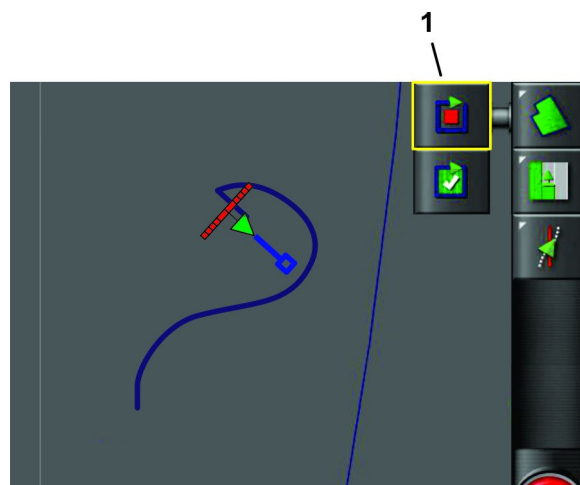

图 43
3. 将机器对准到位 图 43。
4. 按记录场地边界图标再次开始记录继续驾驶机器以定义边界周长 图 43。